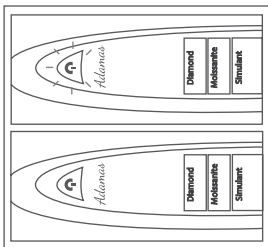

Fig. 1.10
3. 按下开关按钮，打开该检测仪。一旦“准备就绪”灯停止闪烁，检测仪可进入校准状态，如图1.10所示。该过程可能需要15秒钟。如15秒钟后“准备就绪”灯光继续闪，则该探头位置可能不正确。重复1和2的步骤